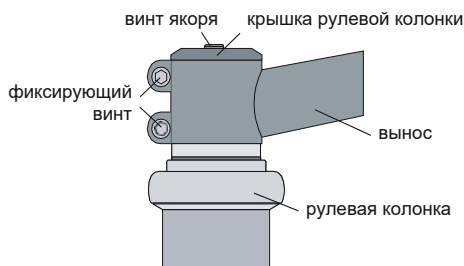

рис. 10
1. Убедитесь, что все сборочные единицы рулевой колонки собраны правильно и стоят на своих местах (рис. 10).